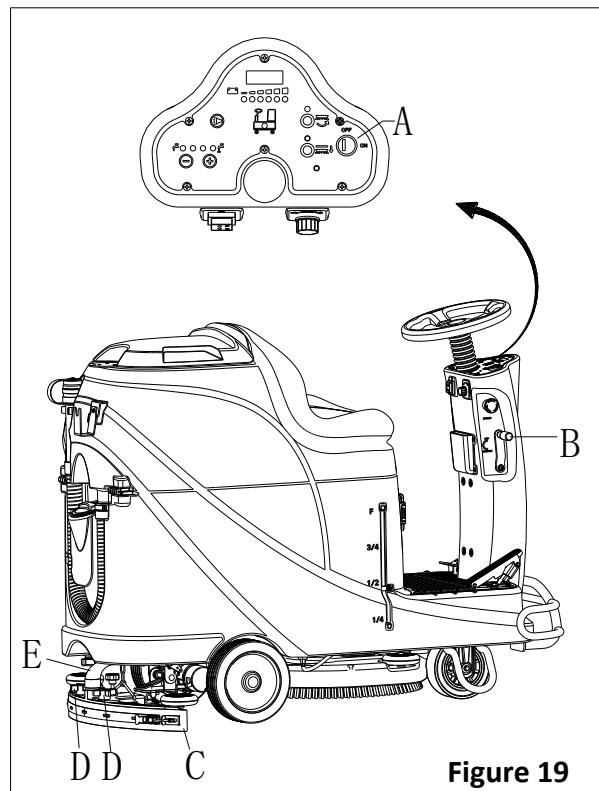
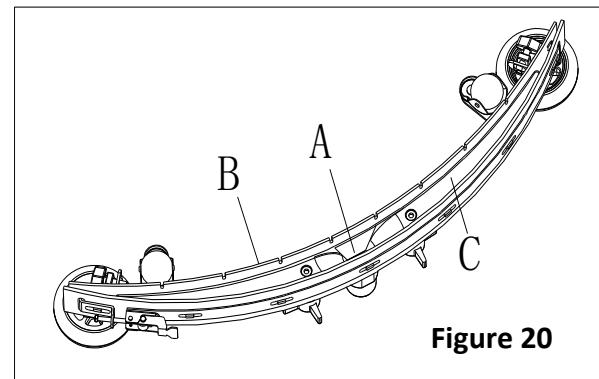

Figure 19
Figure 20
- tourner la clé de contact (A, Figure 19) vers « arrêt ».
- Abaissé la raclette (B) à l'aide du levier (C).
- Desserrer les boutons (D) et retirer la raclette.
- Déconnecter le tuyau d'aspiration (E) de la raclette.
- Nettoyer la raclette en acier ou aluminium, en particulier les compartiments (A, Figure 20) et les trous (B). Vérifier l'intégrité, s'il y a des coupures et des déchirures de la lame avant (B) et de la lame arrière (C), le cas échéant, les remplacer selon les procédures décrites dans le paragraphe suivant.